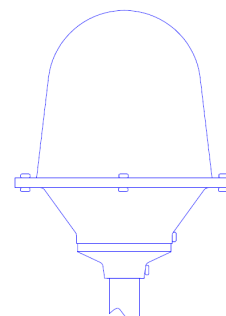

Рисунок 2.6 – Завершение монтажа светильника.
6. Вкрутите лампу в патрон на основании светильника. Соедините светильник с основанием, смонтированным на трубу (рисунок 2.6).